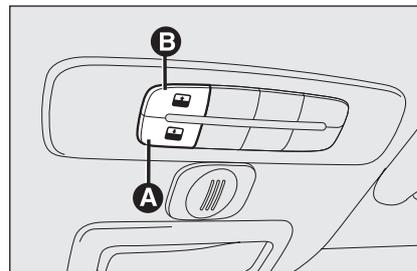
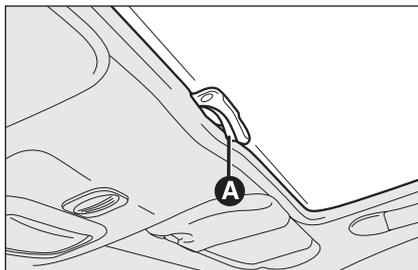

fig. 43
fig. 44
Il tetto ad ampia vetratura è composto da un pannello trasparente dotato di una tendina parasole a movimentazione manuale. La tendina può essere utilizzata nelle posizioni “tutta chiusa” e “tutta aperta” (non ha posizioni fisse intermedie). Per aprire la tendina: premere il dentino **A**-fig. 44, svincolarla ed accompagnarla fino alla posizione “tutta aperta”. Per chiuderla seguire il procedimento inverso.
Il tetto apribile ad ampia vetratura è composto da un pannello in vetro dotato di una tendina parasole a movimentazione manuale. La tendina può essere utilizzata nelle posizioni “tutta chiusa” e “tutta aperta” (non ha posizioni fisse intermedie). Per aprire la tendina: premere il dentino **A**-fig. 44, svincolarla ed accompagnarla fino alla posizione “tutta aperta”. Per chiuderla seguire il procedimento inverso. Il funzionamento del tetto apribile avviene solo con chiave di avviamento in posizione **MAR**. I comandi **A-B** fig. 43 posti su plancia dedicata vicino alla plafoniera anteriore, comandano le funzioni di apertura/chiusura tetto apribile.
Premere il pulsante **B**-fig. 43 e mantenerlo premuto, il pannello vetro anteriore si porterà in posizione “spoiler”; premere nuovamente il pulsante **B**-fig. 43 e, agendo sul comando per più di mezzo secondo, si innesca il movimento del cristallo del tetto che prosegue automaticamente fino a fondo corsa; il cristallo del tetto può essere fermato in una posizione intermedia agendo nuovamente sul pulsante.
Dalla posizione di apertura completa, premere il pulsante **A-fig. 43** e, se si agisce sul pulsante per più di mezzo secondo, il cristallo anteriore del tetto si porterà automaticamente in posizione “spoiler”; agendo nuovamente sul pulsante, il cristallo del tetto si ferma in posizione intermedia; premere nuovamente il pulsante **A-fig. 43** e mantenerlo premuto fino alla chiusura completa del pannello.
- premere il pulsante **A-fig. 43** in posizione di chiusura;